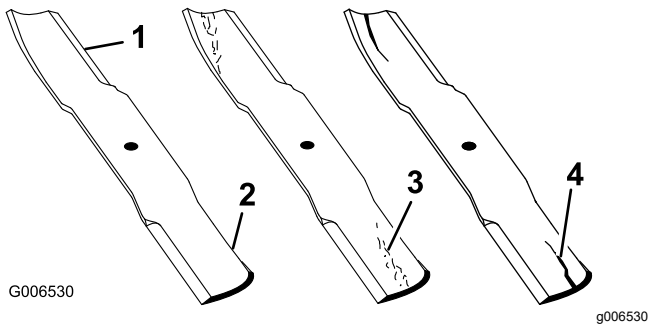

Figure 50
- Examinez le tranchant des lames (Figure 50).
- Remplacez immédiatement toute lame fendue, usée ou qui présente une entaille sur cette partie (Figure 50).